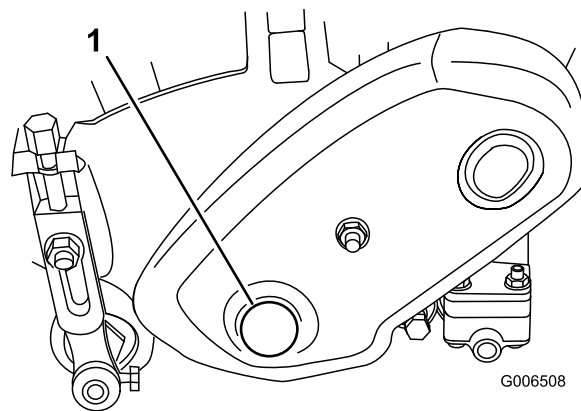

図 64
1. リール・アセンブリの左側にあるプラグ（図 64）を外す。